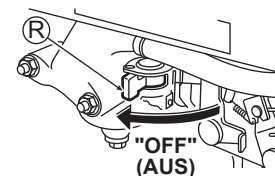

Abb. 14
3. Stellen Sie den Kraftstoffhahn (R) auf "OFF" (AUS). (Siehe Abb. 14)